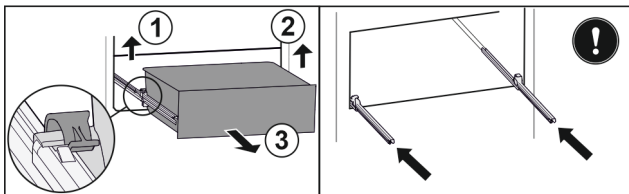

Fig. 96
- ▶ Lyft vänster klämma och dra samtidigt utdragslåda till vänster framåt. Fig. 96 (1)
- ▶ Lyft höger klämma och dra samtidigt utdragslåda till höger framåt. Fig. 96 (2)
- ▶ Ta ut utdragslåda genom att dra den framåt. Fig. 96 (3)